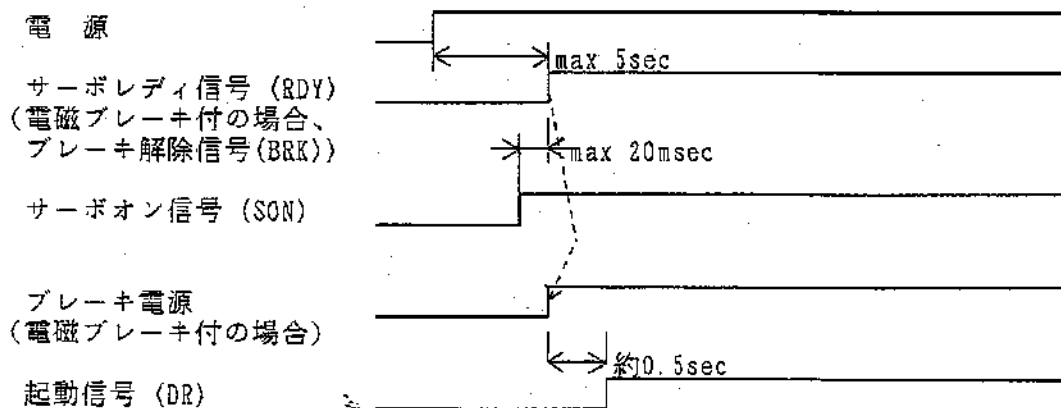
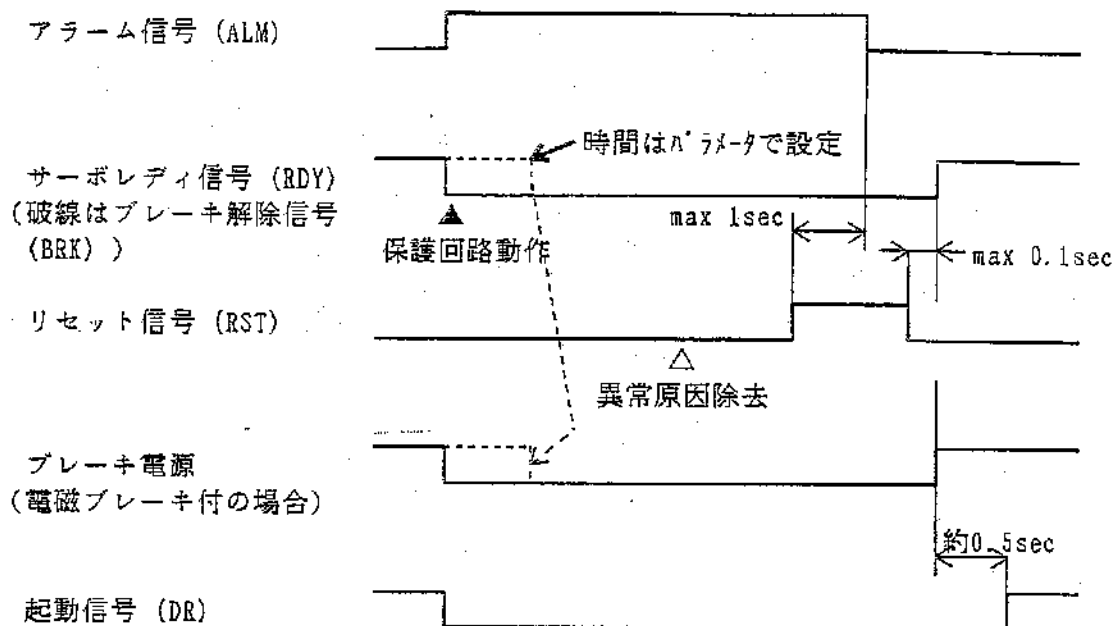

図4-7 電源投入時タイミングチャート
図4-8 異常発生時タイミングチャート
- (1) 主電源回路はコンデンサインプット形ですので、高頻度で電源の入切を行うと主電源回路素子の劣化を招きます。電源断後1分以内の電源再投入は行わないで下さい。
- (2) 図4-7、図4-8 に電源投入時および異常発生時のタイミングチャートを示します。